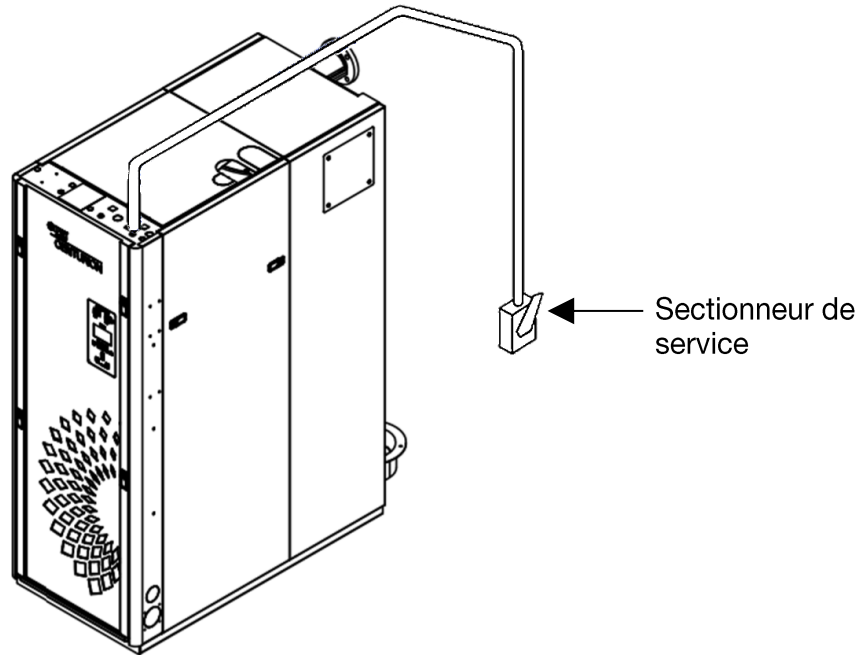

Figure 2-1 : emplacement type du sectionneur de service
- Le sectionneur de service doit être monté près de l'unité (Figure 2-1).